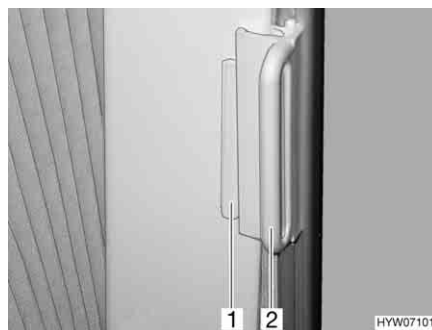

Bild 109 Plisségardin, förarhyttsfönster
- Stänga:** ■ Håll i plisségardinernas handtag (Bild 109,2) och drag försiktigt för dem tills att magnetlåset håller plisségardinen stängd.
■ Skjut in handtaget (Bild 109,2) över kanten (Bild 109,1). Plisségardinen är säkrad.